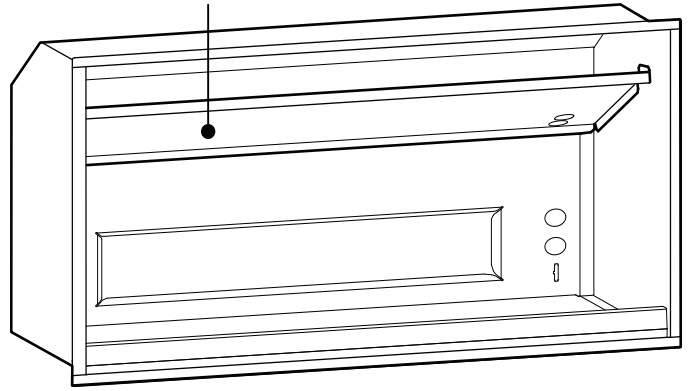

Figura 16: Como quitar la pieza principal
- d) Quite la pieza principal (*Figura 16*).